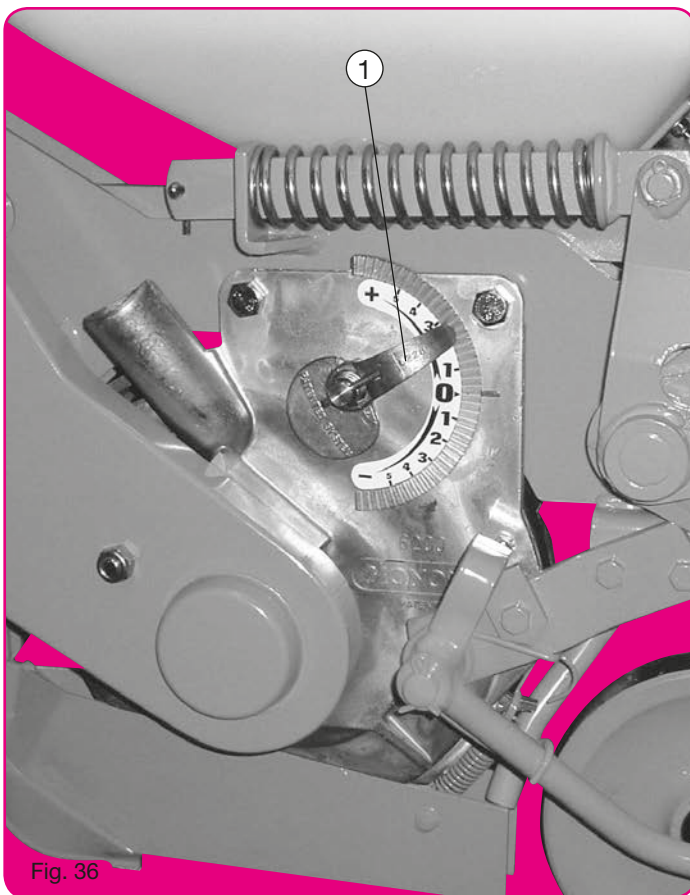

Fig. 36
L'index (1) remonté vers le + (fig. 36) éloigne la plaque des trous du disque, augmente l'aspiration (en limitant la prise d'air (2)) ce qui provoque une tendance aux doubles.